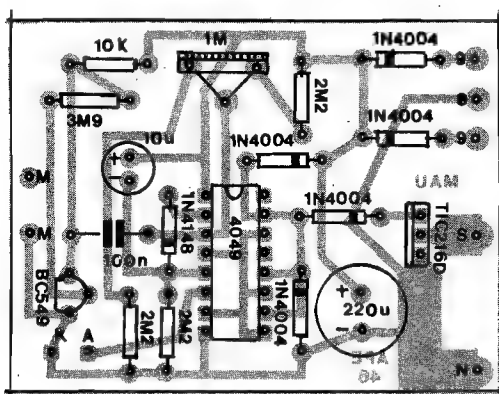

Fig. 3
- FIG. 3 - INSERÇÃO E SOLDAGEM DOS COMPONENTES SOBRE A PLACA - A figura mostra o que chamamos em APE de "chapeado" (é um termo antigo, "do tempo da válvula", e que